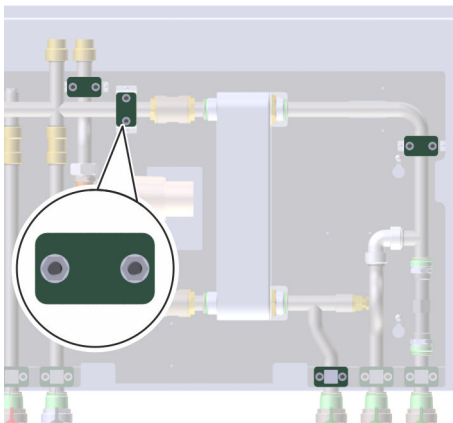

Abb. 86: Rohrbefestigungen lösen
3. ► Mit einem Innensechskantschlüssel alle Rohrbefestigungen (Abb. 86) der Rohre, die zum Wärmetauscher führen, anlösen.